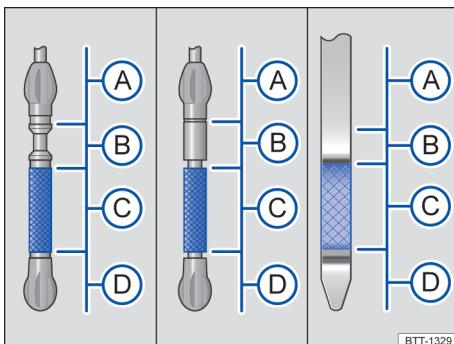
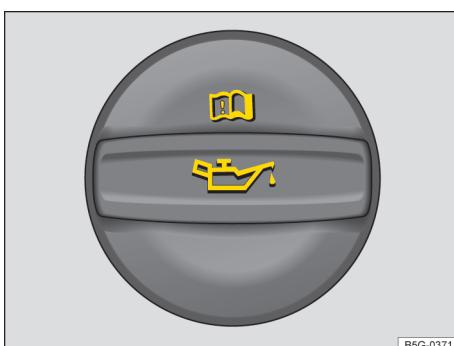

Fig. 191 Marcações do nível do óleo do motor na vareta de medição do óleo (variantes).
Fig. 192 No compartimento do motor: tampa da abertura para enchimento de óleo do motor (representação esquemática).
Legenda para → Fig. 191:
4. Identificar a abertura de enchimento de óleo do motor e a vareta de medição do óleo. A abertura para enchimento do óleo do motor é identificada pelo símbolo  na tampa e pela vareta de medição do óleo do motor com a alça colorida → Fig. 192. Se não estiver claro onde a tampa e a vareta de medição do óleo se encontram, procurar uma Concessionária Volkswagen ou uma empresa especializada.
7. Retirar novamente a vareta de medição do óleo do motor e ler o nível no óleo do motor na vareta de medição da seguinte maneira → Fig. 191:
- (A) Nível do óleo do motor muito alto. Se for o caso, observar a mensagem no display do instrumento combinado e **notificar empresa especializada** → .
- (B) **Não reabastecer o óleo do motor** → . Continuar com a etapa 16.
- (C) Nível do óleo do motor em ordem. O óleo do motor pode, no caso de alta demanda do motor, ser reabastecido até o **limite superior dessa área**. Continuar com o passo 8 ou 16 → .
- (D) Nível do óleo do motor muito baixo. **Reabastecer o óleo do motor sem falta**. Continuar com a etapa 8.
9. Desrosquear a tampa da abertura para enchimento de óleo do motor → Fig. 192.
13. Ao final do processo de reabastecimento, o nível do óleo do motor deve se situar no mínimo no meio da faixa → Fig. 191 . O nível não deve se situar acima de , estar na faixa  e não pode estar na faixa  → .
14. Se, por descuido, foi reabastecido muito óleo de motor e o nível de óleo de motor estiver na área → Fig. 191 , **não ligar o motor**. Notificar uma empresa especializada e, se necessário, procurar imediatamente auxílio técnico especializado.
- Se, por descuido, tiver sido reabastecido excesso de óleo do motor e se, depois disso, o nível do óleo do motor se encontrar na faixa → Fig. 191 A), não dar a partida no motor. Notificar uma empresa especializada e, se necessário, procurar auxílio técnico especializado. Caso contrário, o catalisador e o motor podem ser danificados!
O nível do óleo do motor não deve estar acima da faixa → Fig. 191 B). Caso contrário, o óleo pode ser aspirado pelo dispositivo de ventilação do cárter e chegar à atmosfera por meio do sistema de escape.